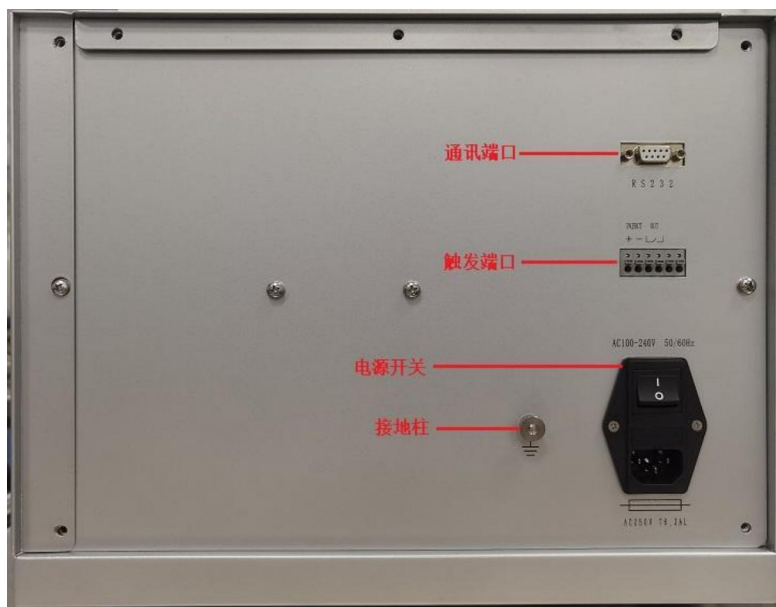

图 3-3 端口连接
- c) 运输固定螺钉拆除后，将仪器的电源线、通讯线对应查到相应的端口，如下图 3-3；